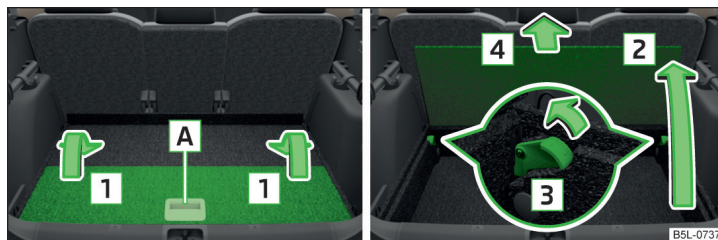

Fig. 111 Plierea/Extragerea suprafeței de încărcare variabile
- Pentru **scoatere**, prindeți podeaua variabilă de mânerul **A** și pliați-o în sensul săgeții **1** » fig. 111.